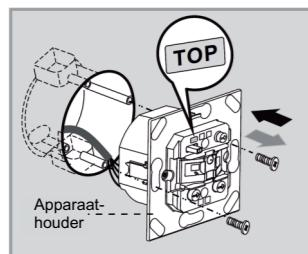

Afbeelding 9
- 3.4.1.2 Schroef de klemmen los en sluit de leidingen aan, zoals beschreven op de afbeeldingen 5 - 7. Strip de draden 6-8 mm (zie afbeelding 9).